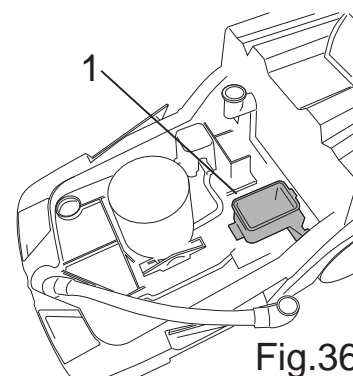

Fig.36
- Rengør to-takts kraftventilsystemet indvendigt (Fig.36-Ref.1) ved at fjerne eventuelle belægninger, og skyl efter med vand. Tør dækslets pakninger af med en blød klud.